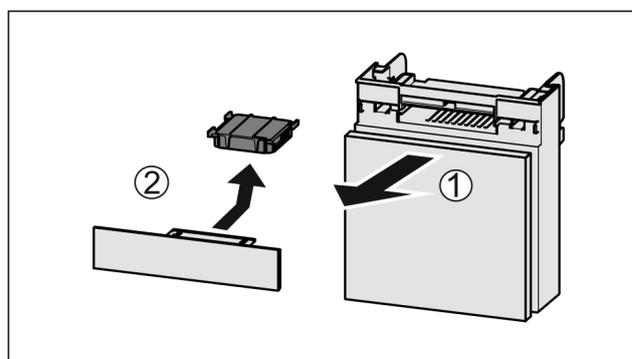

Fig. 39
- Extraire le compartiment par l'avant Fig. 39 (1).
- Sortir le filtre à charbon actif Fig. 39 (2).